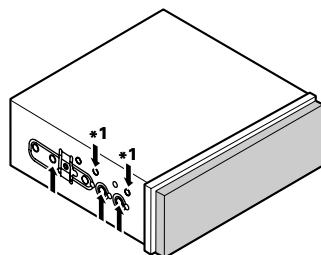

Fig. 17
- Fixation de l'appareil au support de montage d'autoradio pourvu par l'usine. (Fig. 17) (Fig. 18) (Fig. 19)